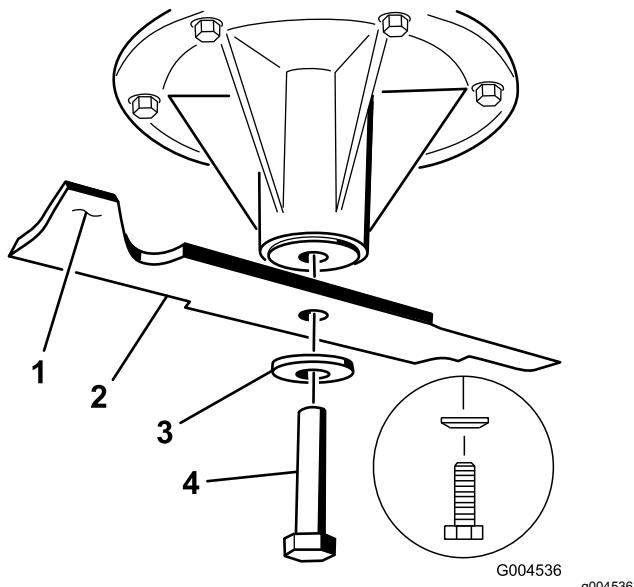

図 79
1. スピンドルシャフトにブレードを取り付ける(図 79)。
2. スプリングディスクとブレードボルトを取り付ける図 79。
注 スプリングディスクは、円錐部をボルトの頭に向けて取り付ける図 79。